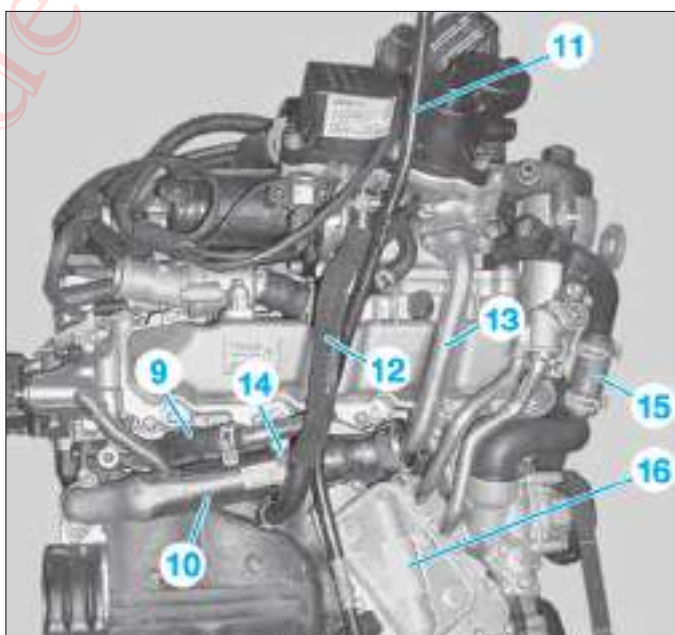
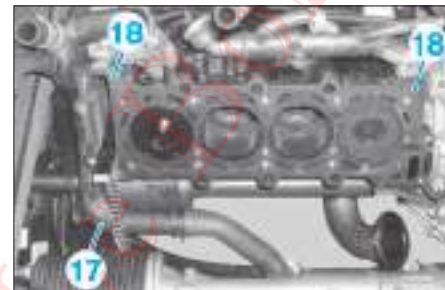

FIG. 67
FIG. 68
- Déposer (Fig.67) :
- la durit (9) du radiateur EGR (10),
- le guide de jauge à huile (11),
- la durit (12) du séparateur d'huile,
- le tuyau EGR (13),
- le collier (14),
- le collier supérieur de la durit (15),
- le radiateur d'huile (16) (10 vis).
- Déposer le tuyau de liquide de refroidissement (17) du support moteur (Fig.68).
- Soulever la culasse pour la dégager des douilles de centrage (18) du bloc-cylindres (Fig.68) et poser la culasse sur des blocs de bois placés sur un établi.